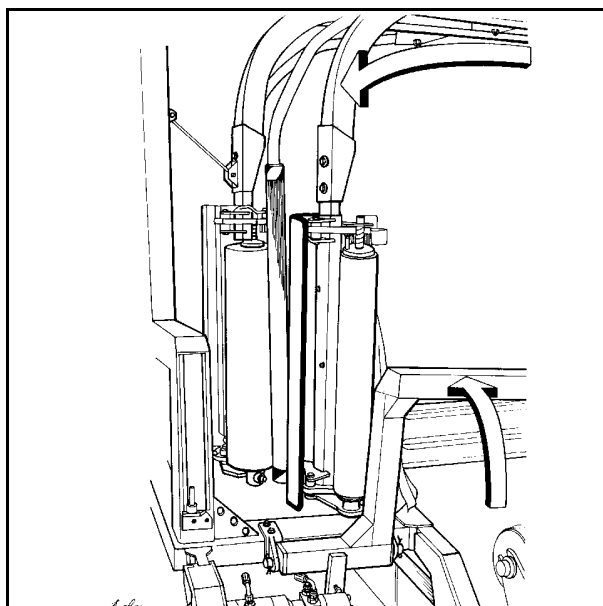
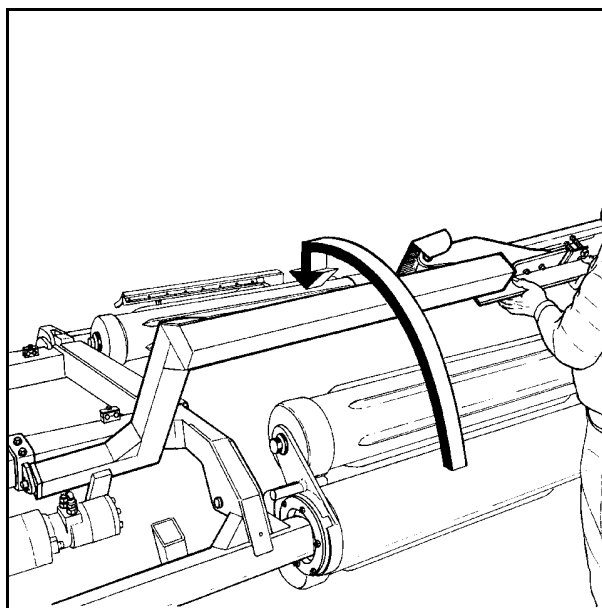

Fig. 2-9
Fig. 2.10
4. For å redusere transportbredden på TWIN-maskinene og samtidig sperre for at tilleggsarmen ikke skal svinge uforvarende ut til siden ved transportkjøring (Se fig. 2-9) , så plasseres hver knivbjelke i transportstilling ved å ta tak i bjelken i ytterkant og løfte den opp og innover med håndkraft. Ved hjelp av et spesielt slissespor i bakre ende av opphengspunktet, så låses knivbjelken automatisk i oppreist transportstilling ved å slippe bjelken ned i bakkant igjen. (Se fig. 2-10).